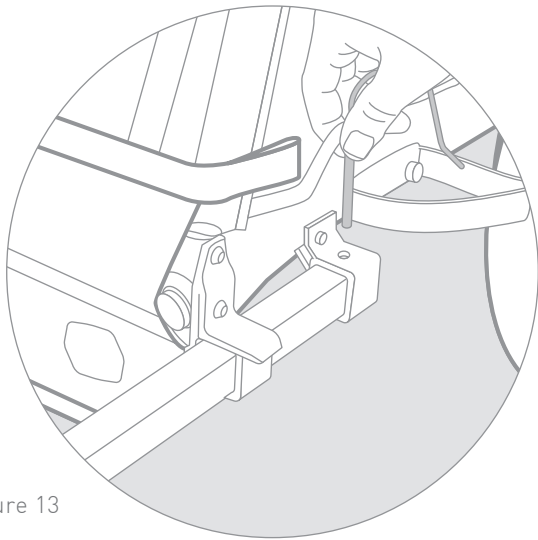

Figure 13
2. Insert lock pin through the rear tow bar receiver and the hole at the end of the tow bar (Figure 13). Close retainer to secure lock pin.
2. Den Sicherungsstift durch die hintere Zugstangenhalterung und das Loch am Ende der Zugstange einführen (Abb. 13). Die Arretierung schließen, um den Sicherungsstift zu sichern.
2. Insérez la goupille de sécurité dans le récepteur de la barre de remorquage arrière et dans le trou à l'extrémité de la barre de remorquage (Figure 13). Fermez le dispositif de retenue pour fixer la goupille de sécurité.